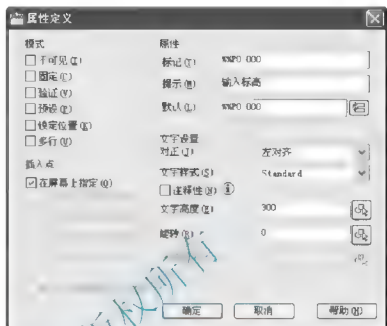

图 3.91 【属性定义】对话框
(1) 选择菜单栏中的【绘图】|【块】|【定义属性】命令，打开【属性定义】对话框。
(2) 如图 3.91 所示设定其中参数后，单击【确定】按钮，关闭对话框。此时“±0.000”的左下角点附到光标处。